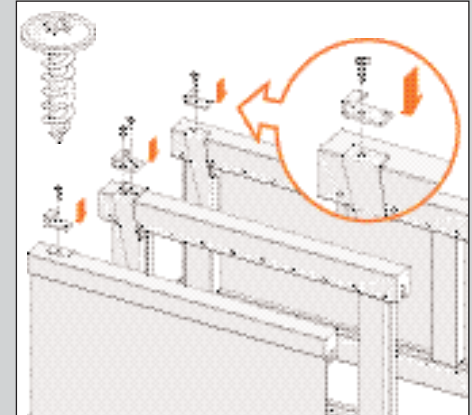

Abb. 3
1. Legen Sie die schmale Hängelasche auf den Holm und verschrauben Sie diese mit einer Schraube $\varnothing 4,5 \times 20$ mm an der Regalwand (siehe Abb. 3).
2. Legen Sie die breite Hängelasche auf die Holme und verschrauben Sie diese mit zwei Schrauben $\varnothing 4,5 \times 20$ mm an der Regalwand (siehe Abb. 3).